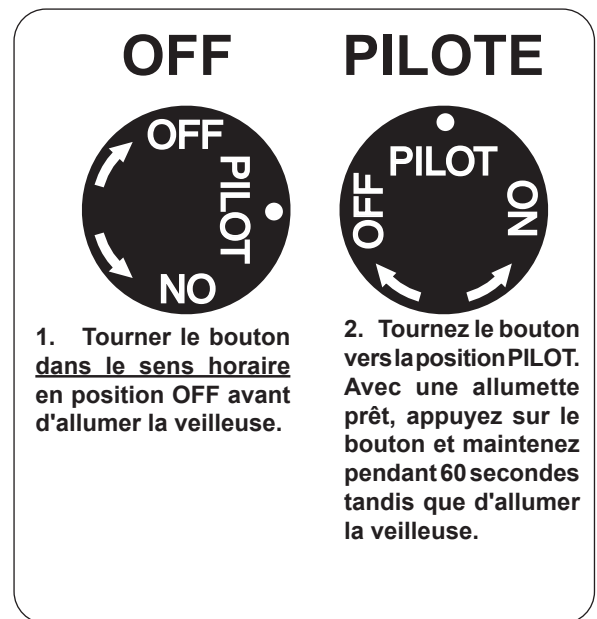

Fig. 22-1 Détail bouton de commande (OFF, PILOTE)
- 1.** Localiser la vanne sur le côté de l'appareil. Appuyer sur le bouton légèrement de contrôle du gaz et tourner dans le sens horaire à **OFF** (Fig. 22-1).
- 2.** Tournez le bouton de réglage dans le sens antihoraire pour **PILOTE** (Fig. 22-1). Appuyez sur le bouton de commande **fermement et pleinement** enfoncée. Mantenga partido largo chimenea o un encendedor cerca del termopar a encender el piloto. Continúez a tenir le bouton de commande pendant environ 60 secondes après que le pilote est allumé, puis relâchez le bouton. Le pilote reste allumé.